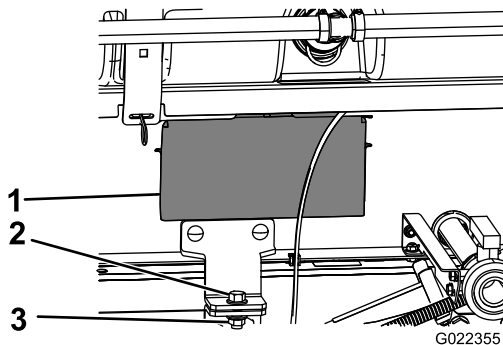

図 36
5. スキッドフレームの両側についているアクセスパネルを外す (図 36)。
8. タンク台アセンブリをフレームの左右にある荷台ブラケットに固定する ボルト $\frac{1}{2}$ x $1\frac{1}{2}$ "1本、ロックナット $\frac{1}{2}$ "1個を使用して 図 36 のように取り付ける。